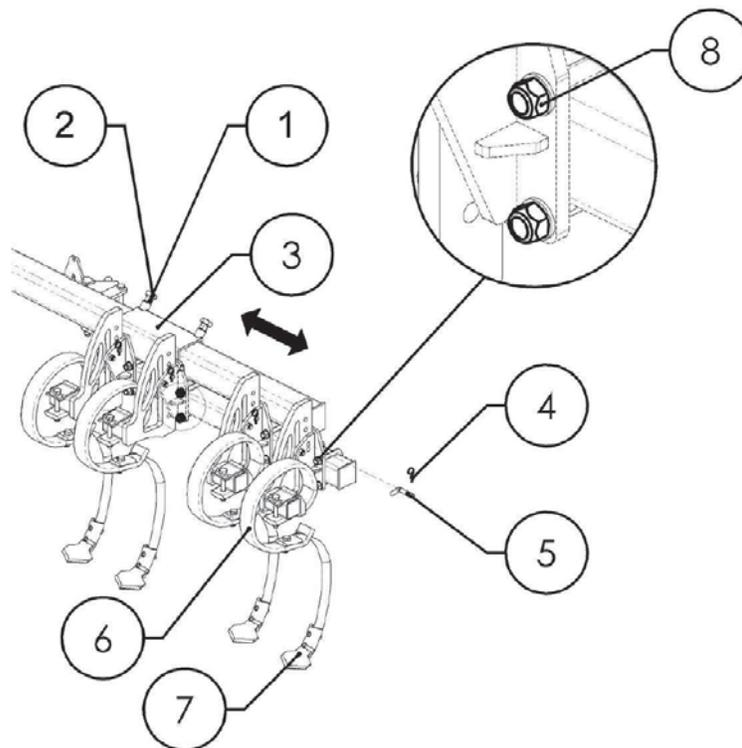

Abb. 22 Spurlockerer
Für die Regelung der Arbeitstiefe der Spurlockerer (Abb. 22):
- Befestigungsschrauben der Scharen (7) (Abb. 22) abschrauben.